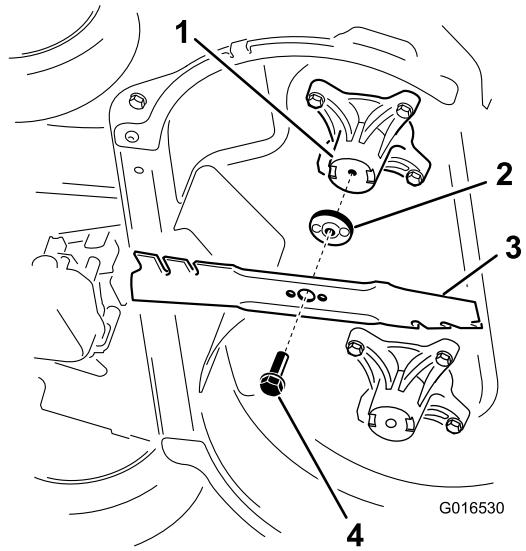

Figure 37
- Déposez chaque lame comme montré à la Figure 37.
1. Montez la première lame de sorte qu'elle soit horizontale, et reposez toutes les fixations, comme montré à la Figure 37.